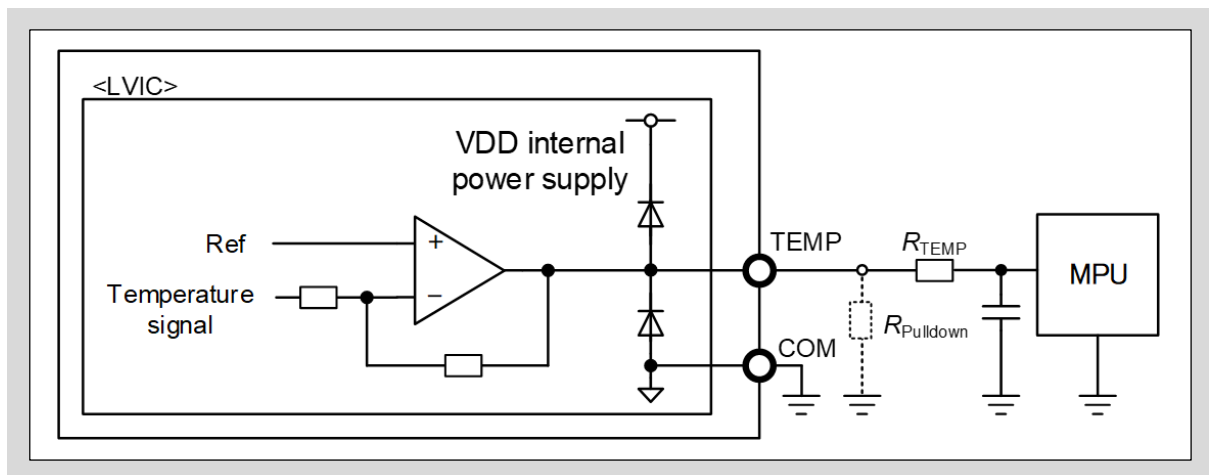

図3-23 TEMP端子とMPU I/Oとの推奨接続回路
- 図3-23に示すように、温度出力TEMP端子はMPUに直接接続することが可能です。ただし、MPUラインにバイパスコンデンサ C_{TEMP} と10k Ω 以上の突入電流制限抵抗 R_{TEMP} を接続してください。これらの信号ラインは、可能な限り最短距離で配線してください。
- 図3-23に示すようにTEMP-COM端子間にダイオードが接続されています。このダイオードは、本製品をサージ入力から保護するためのものであるため、電圧クランプダイオードとして使用しないでください。本製品が破壊する恐れがあります。